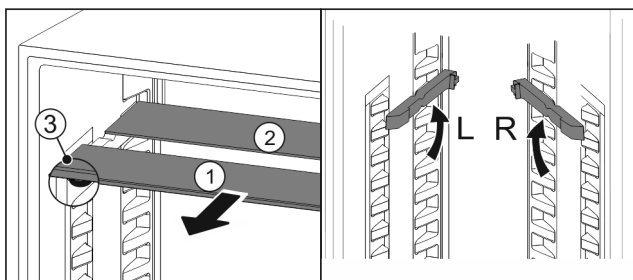

Fig. 17
- ▶ Sortir les tablettes par l'avant Fig. 17 (1).
- ▷ La tablette en verre Fig. 17 (1) avec bordure décorative est située à l'avant.
- ▷ Les butées Fig. 17 (3) sont orientées vers le bas.